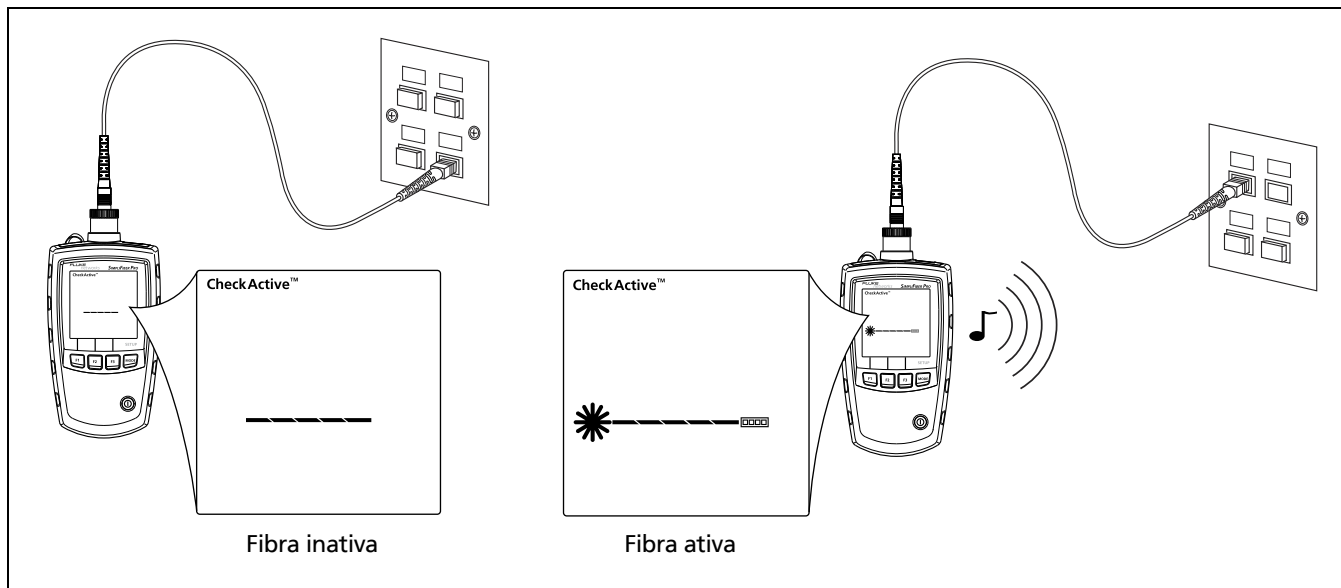

Figura 5. Detecção de fibras ópticas ativas
- 2 Conecte o medidor a uma fibra óptica. O medidor indica a atividade da fibra, conforme ilustrado na Figura 5.